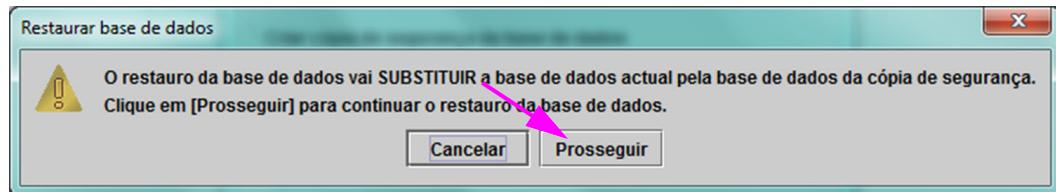

Figura 5-81. Caixa de diálogo de confirmação Restaurar base de dados
8. É apresentada a caixa de diálogo de confirmação Restaurar base de dados. Consulte a figura 5-81.